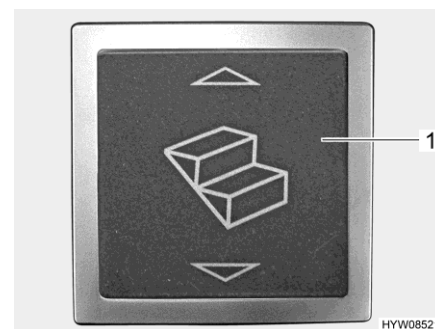

Bild 6 Wipptaster für Eintrittstufe (Eingangsbereich)
- Den Wipptaster (Bild 6,1) im Eingangsbereich drücken. Die Eintrittstufe fährt horizontal heraus.